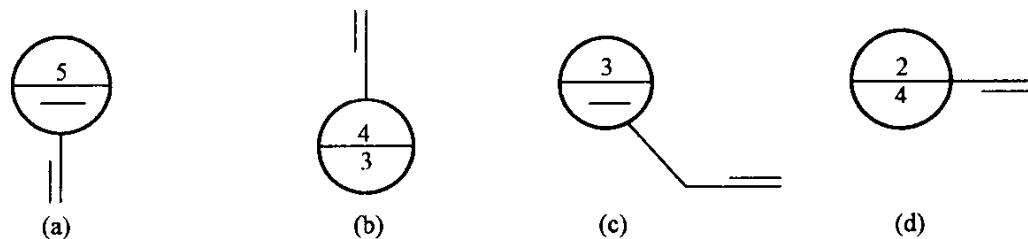

图 1-11 局部剖面详图索引标志
(2) 局部剖面的详图索引标志。当表示图上某一局部剖面另有详图时，采用在引出线一端加一短粗线的方法表示，该粗线表示剖视方向，画在剖切位置上并贯穿剖面的全部。局部剖面的详图索引如图 1-11 所示，(a) 表示 5 号剖面详图在本张图纸内，剖面的剖视方向向左；(b) 表示 4 号剖面详图在 3 号图纸上，剖面的剖视方向左；(c) 表示 3 号剖面详图在本张图纸内，剖面的剖视方向向上；(d) 表示 2 号剖面详图在 4 号图纸上，剖面的剖视方向向下。